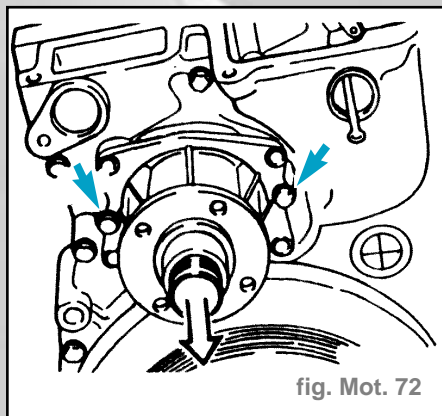

fig. Mot. 72
- Visser deux vis **M6** et extraire régulièrement la pompe à eau du couvercle d'obturation (fig. Mot. 72).